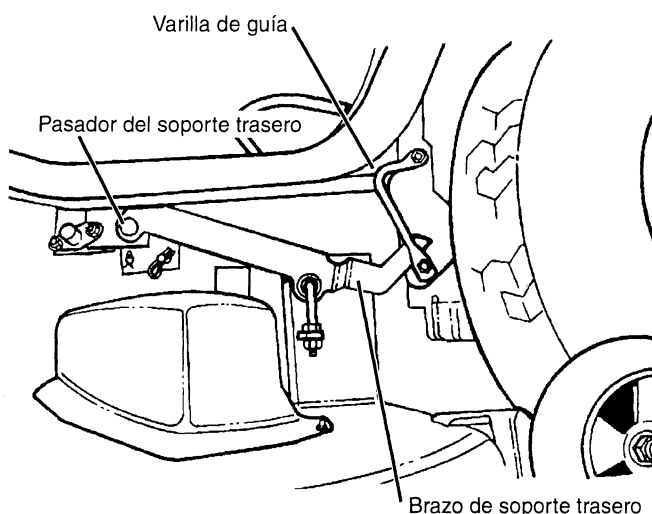

FIGURA 51
- Retire el pasador de traba con resorte de los dos pasadores del soporte trasero que sujetan los brazos de soporte traseros al chasis del cortacésped. (Vea la Figura 51)
- Mueva la palanca de levantamiento de la plataforma a la posición inferior, mientras centra los brazos de soporte traseros en las varillas de guía (vea la Figura 51).